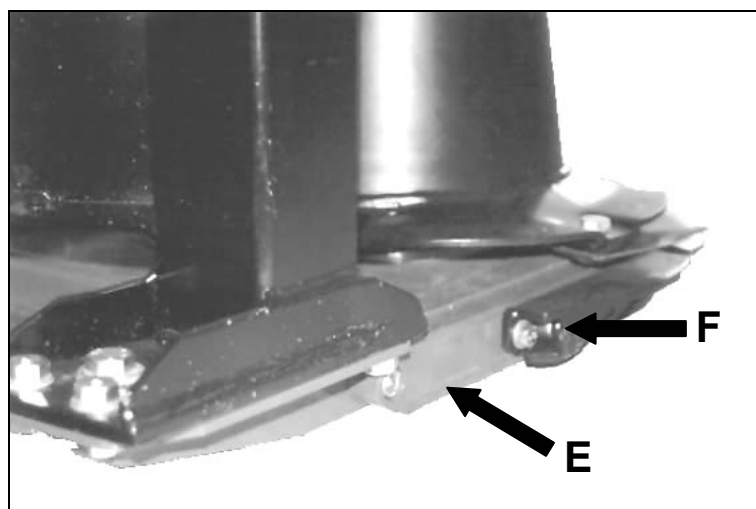

fig.18
- Sostituire l'olio ogni 200 ore di lavoro rimuovendo la protezione laterale e il coperchio **E** (fig.18).
- Sul coperchio **E** (fig.18) è montato uno sfiato **F**: verificarne periodicamente la funzionalità.
- Replace the oil every 200 hours of work, removing the side protection and cover **E** (fig.18).
- Vent **F** is mounted on cover **E** (fig.18). Regularly check the working order.
- Remplacer l'huile toutes les 200 heures de travail en enlevant la protection latérale et le couvercle **E** (fig.18).
- Une valve de surpression **F** est installée sur le couvercle **E** (fig.18): vérifier périodiquement son bon fonctionnement.
- Sustituir el aceite cada 200 horas de trabajo quitando la protección lateral y la tapa **E** (fig.18).
- En la tapa **E** (fig.18) hay una válvula de desahogo **F**: comprobar su funcionamiento periódicamente.
- Das Öl alle 200 Betriebsstunden ersetzen; dazu die seitliche Abdeckung und die Abdeckung **E** (Abb.18) abnehmen.
- Auf der Abdeckung **E** (Abb.18) ist eine Entlüftung **F** vorgesehen: Den Zustand regelmäßig prüfen.